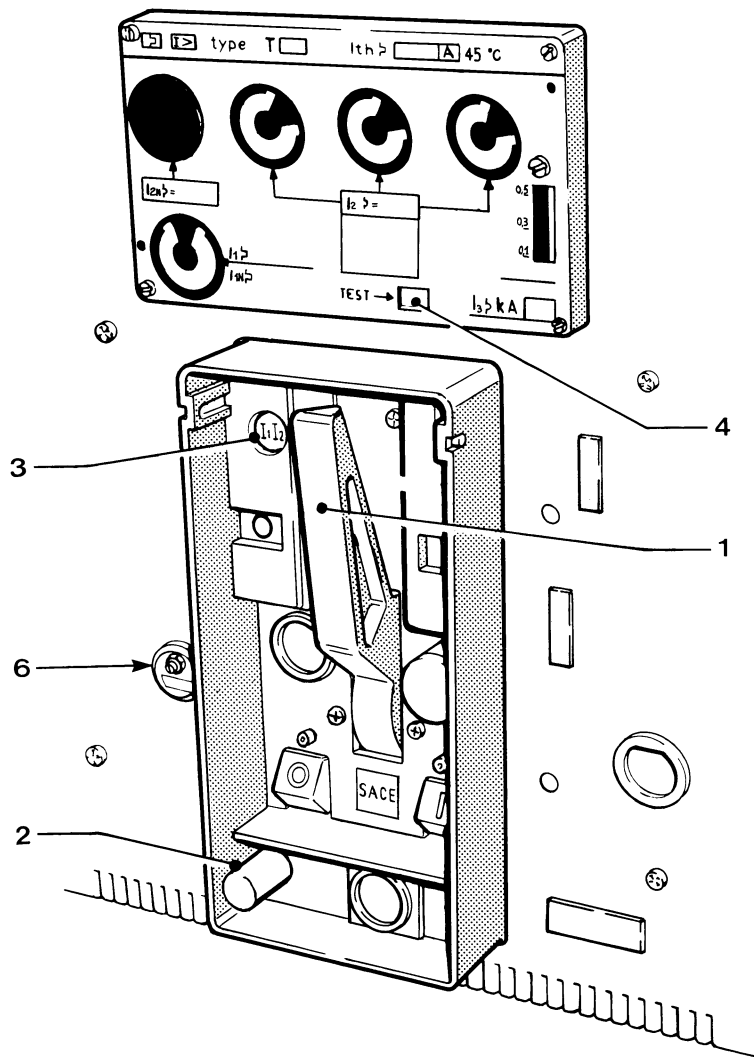

Fig. 9
Nessuna parte dell'interruttore deve essere oliata prima della messa in servizio, avendo la nostra officina già provveduto a ciò in fase di montaggio. Prima dell'installazione è necessario effettuare il controllo del perfetto funzionamento dei seguenti meccanismi (vedere fig. 9):
Effettuare alcune manovre di chiusura e di apertura, verificando che la leva di azionamento delle molle [1] - Fig. 9 - si muova con regolarità, senza offrire particolari resistenze.
In presenza dello sganciatore di minima tensione [6] - Fig. 9 - l'interruttore può essere chiuso solo dopo aver eccitato elettricamente lo sganciatore stesso.
Prior to installation check the following breaker devices for correct operation (see fig. 9):
Perform a few closing and opening operations to make sure that the closing springs charging handle [1] - Fig. 9 - freely moves almost without resistance.
When the undervoltage release is provided [6] - Fig. 9 - the breaker cannot be closed unless same undervoltage release is energized at its rated voltage.
Effettuare la chiusura dell'interruttore e quindi eseguire l'operazione di sezionamento, premendo il pulsante [2] - Fig. 9 - per sbloccare la parte mobile. L'interruttore deve aprirsi e non si deve più poter effettuare l'operazione di chiusura fino a quando l'interruttore non arriva in posizione di sezionato prova oppure di estratto dalla parte fissa (vedere par. 3.5 - pag. 19).
1) In presenza di uno sganciatore di massima corrente termomagnetico serie T (tipi Ti, Tsi), premere, ad interruttore chiuso, il pulsante TEST [4] - Fig. 9, posto sulla scatola dello sganciatore, per verificare l'intervento del gruppo meccanico di sgancio e la conseguente apertura dell'interruttore. In presenza della segnalazione di scattato sganciatore I_1 - I_2 (pulsante [3] - Fig. 9 - sporgente), il comando va in blocco e richiede il ripristino manuale. Il ritorno alle condizioni operative avviene premendo a fondo il pulsante [3].
Perform the breaker closing operation, then initiate the racking-in or isolating operation by pressing the unlocking push-button [2] - Fig. 9. The breaker should open (if closed) and it should not be possible to reclose it until same reaches the "test" or "withdrawn for inspection" position (see para. 3.5 - pag. 19).
1) If the breaker is fitted-up with a thermomagnetic overcurrent release (T series, types Ti, Tsi) and is closed, press the TEST push-button [4] - Fig. 9, placed on the release box in order to check the correct operation of the mechanical trigger and therefore the consequent breaker tripping.
If the breaker is fitted-up with "automatically tripped" signalling for I_1 - I_2 [3] - Fig. 9, the mechanism is locked out after tripping and requires to be reset manually. The reset to the normal operating conditions is made by fully pressing the push-button [3] - Fig. 9.